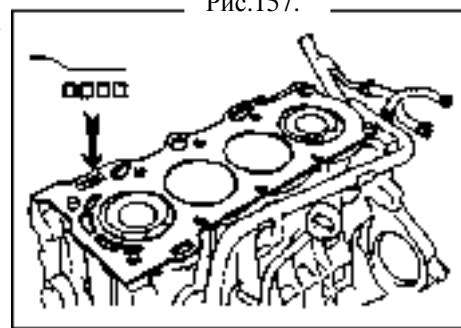

Рис.157.
6. Установите прокладку головки блока цилиндров (рис.157).